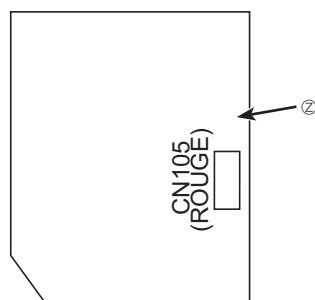

Fig. 6-6
- 14 CN105 (ROUGE) situé sur le panneau du contrôleur intérieur. (Fig. 6-6)